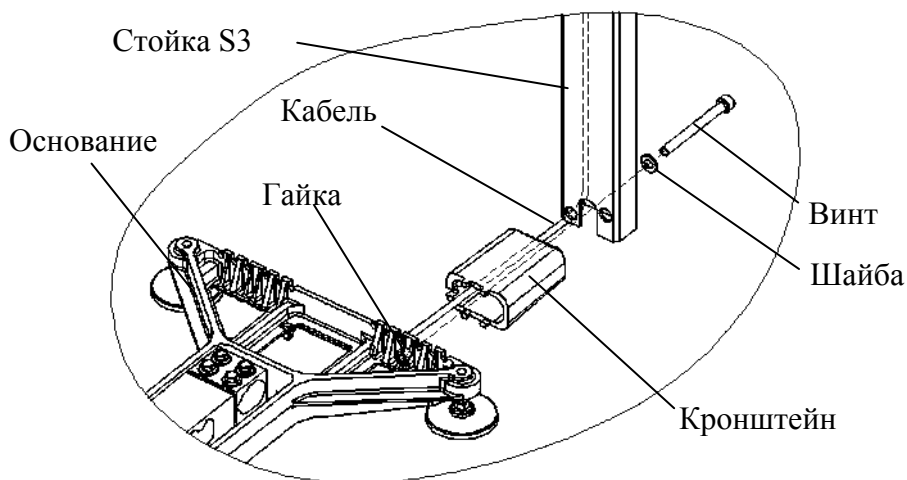

Рисунок 6.3 - Крепление прямоугольной стойки к основанию весовой платформы ТВ-S_A
- обязательно протянуть кабель весовой платформы через кронштейн и стойку (см. рис.6.3);